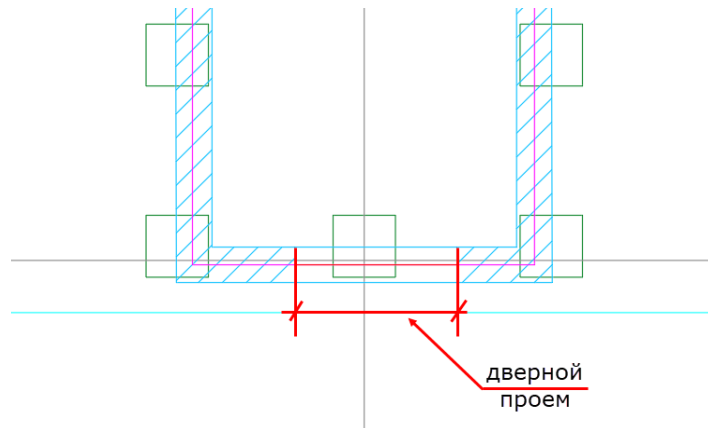

Рис. 14.9. Дверний проріз
- Створіть відрізок по габаритах прорізу (рис. 14.9)